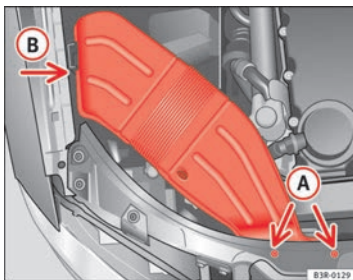

Abb. 192 Luftführungshutze an rechter Fahrzeugsseite
- Drehen Sie die Schrauben **A** ⇒ Abb. 192 heraus.